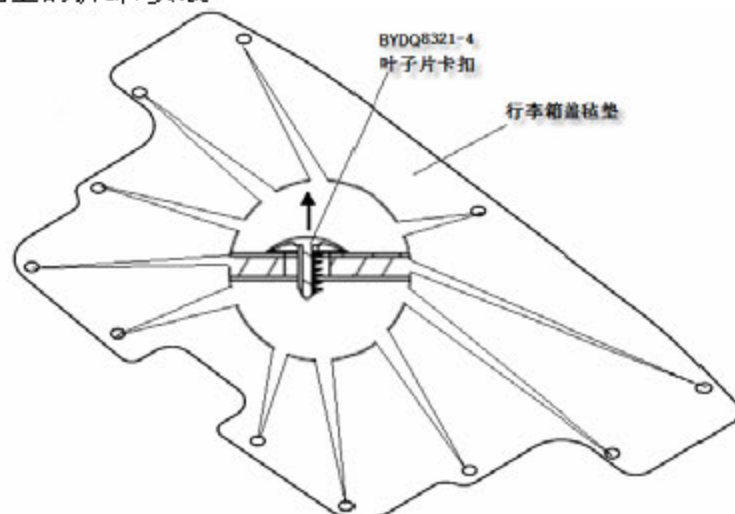

图 7-2-6 行李箱盖毡垫 安装结构图
A). 用一字螺丝刀撬开卡扣（沿上图 7-2-6 箭头所指方向），顺次将所有卡扣拆卸完毕，可将行李箱盖毡垫取下。